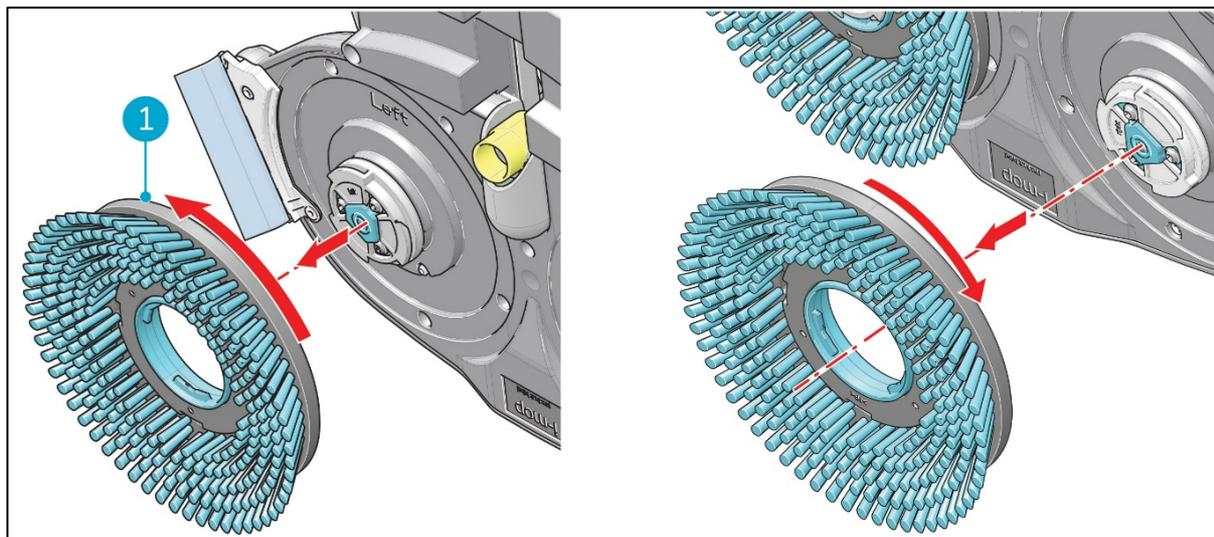

Abbildung 25
3. Drehen Sie die linke Bürste (Figure 25, Pos. 1) mit der anderen Hand entgegen den Uhrzeigersinn, bis Sie einen Widerstand spüren oder beobachten, dass die Antriebsscheibe mitdreht.